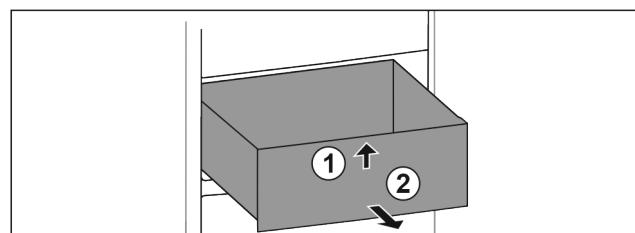

Fig. 62
- Nadvihnite zásuvku vpred. Fig. 62 (1)
- Odoberte zásuvku dopredu. Fig. 62 (2)